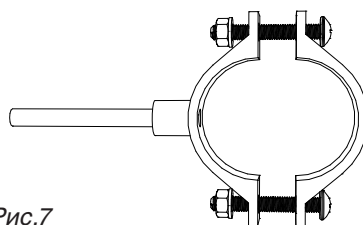

Рис.7
3. Просверлить отверстие диаметром 6,5 мм, надеть хомут и закрутить болты. Скобы дренажного хомута расположить таким образом, чтобы просверленное в сифоне отверстие совпадало с отверстием дренажного хомута и выступающей части трубки. Болты затягивать равномерно, чтобы 2 части хомута были параллельными. Рис.7.